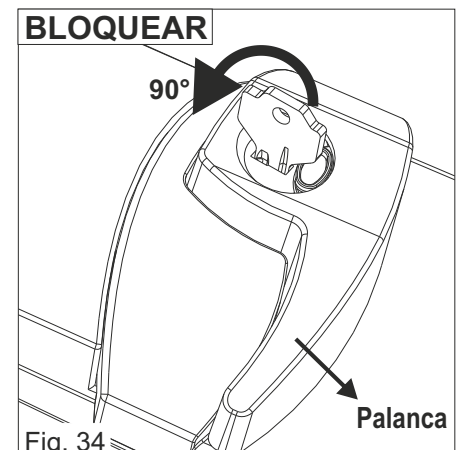

Fig. 34
- 2) Rotar la llave de 90° en sentido antihorario (Fig. 34)